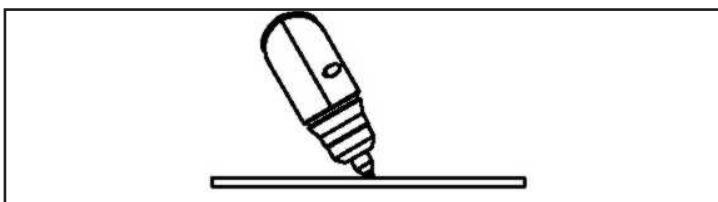

Abb. 18
- Beim Einstechen mit dem Handbrenner muss dieser leicht gekippt werden. Abb. 18